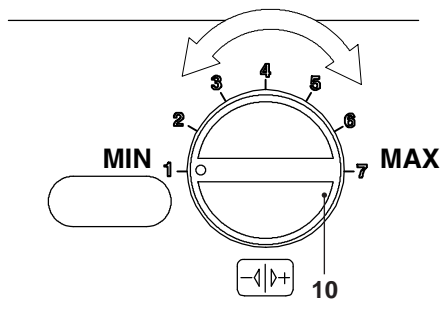

Figura 7.7
- Ruotare la manopola settaggio caldaia 10 in Figura 7.7 al minimo, sul display LCD compare la seguente visualizzazione (la sequenza **P09** si alterna a **01**).